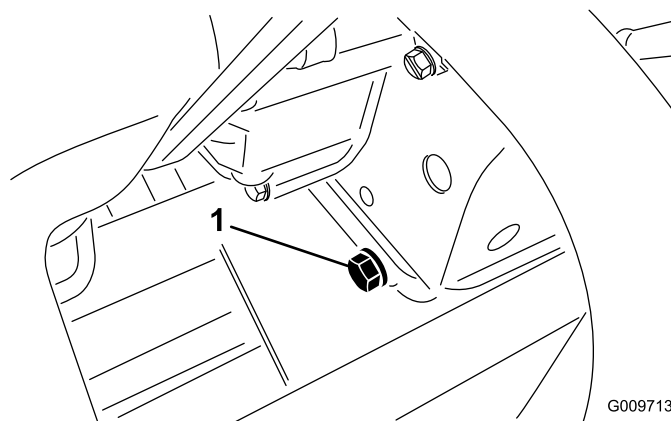

Figura 52
1. Retire el tapón de vaciado trasero (Figura 52) y deje fluir el aceite a un recipiente apropiado. Cuando el aceite deje de fluir, coloque el tapón de vaciado.